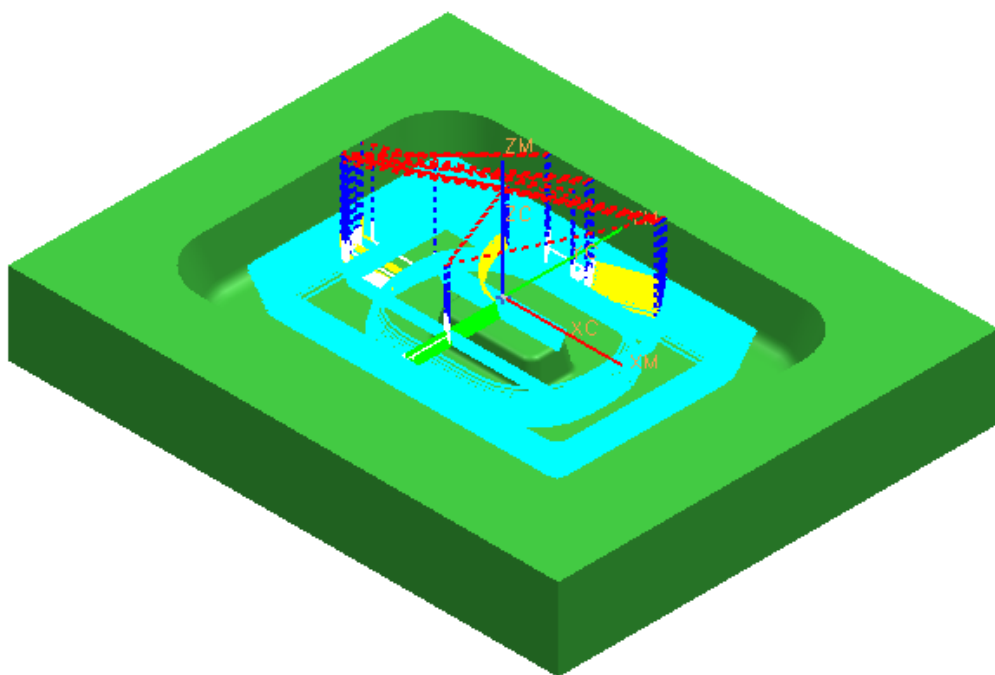

图 4-13
- 在操作对话框中，单击 ，生成如图 4-13 所示的刀轨，单击 OK。